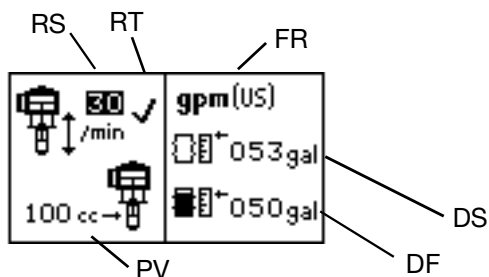

FIG. 21: Inställningsskärm 1
På Inställningsskärm 1 kan du ställa in rusningscykelhastigheten (RS), aktivera/inaktivera rusningsskyddet (RT), välja pumpvolym per cykel (PV), välja enheter för flödes hastighet (FR), ange fatstorlek (DS) och ange fatfyllningsvolymen (DF). Se FIG. 21.
**OBSERVERA:** Graco rekommenderar att rusningscykelhastigheten (RS) ställs in till 60 eller mindre. Välj ett värde som är precis över den maximala cykelhastigheten för tillämpningen.
**OBSERVERA:** När rusningsskyddet är aktiverat (RT) visas på inställningsskärmen. Se FIG. 21.
**OBSERVERA:** Gå till inställningsläget och ställ in rusningsvärdet till 0 (noll) eller växla (RT) till Av för att inaktivera rusningsövervakning Se FIG. 21.